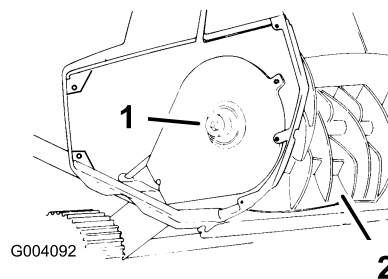

Figure 14
2. Draai de rotoras (linkse draad) rechtsonder met een 5/16 inch inbussleutel terwijl u de rotor vasthoudt (Figure 14).